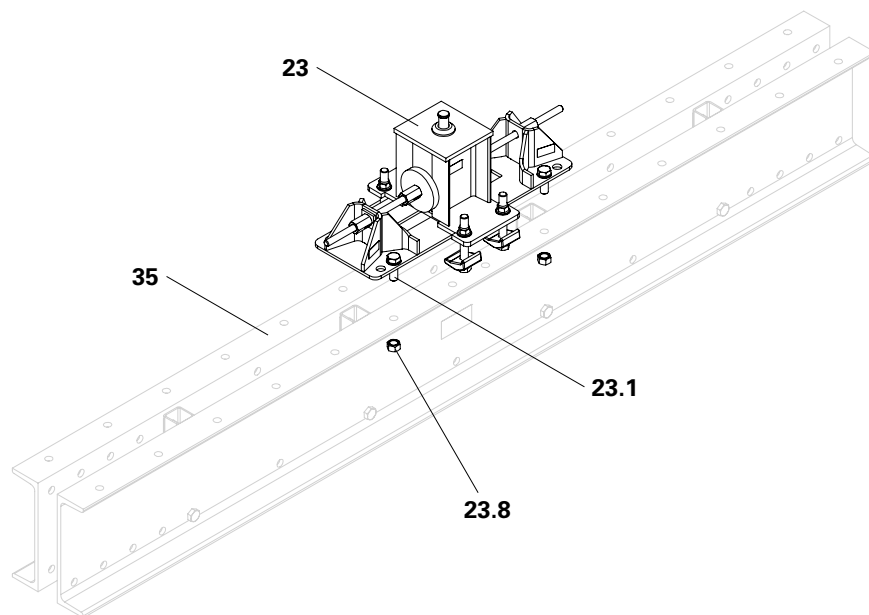

Fig. A4.01
1. Posizionare il supporto orizzontale (23) centralmente sulla trave di orditura primaria (35), in modo che i fori della trave di orditura primaria (35) e del supporto orizzontale (23) siano allineati uno sopra l'altro.
2. Montare il supporto orizzontale (23) con le quattro viti (23.1) e i dadi (23.8) sulla trave di orditura primaria (35). (Fig. A4.01)